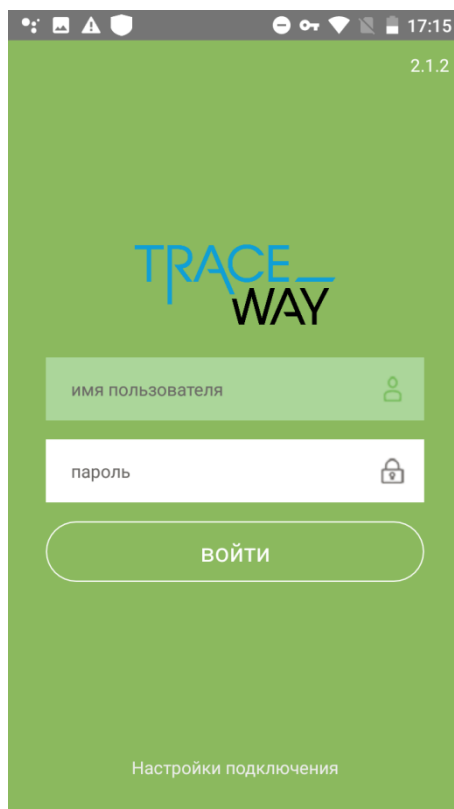
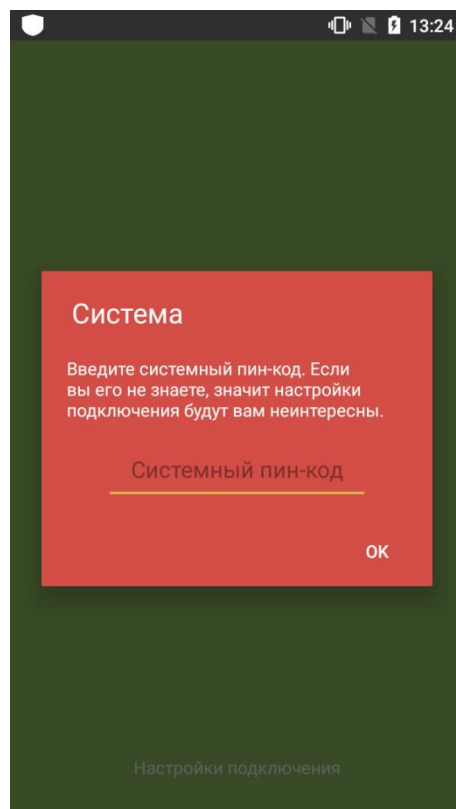

Рисунок 1.2
Рисунок 1.3
5. Появится окно авторизации (Рисунок 1.2).
1. В окне авторизации (Рисунок 1.2) нажать на «Настройки подключения». Появится системное окно (Рисунок 1.3).